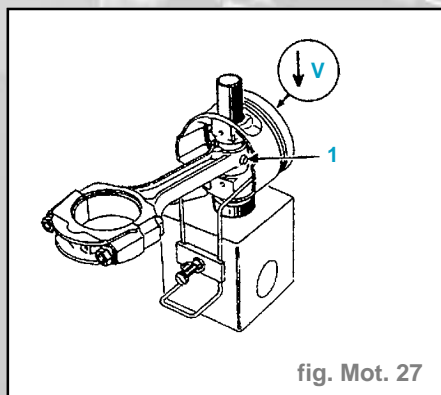

fig. Mot. 27
- Le sens de montage de la bielle est repéré par le bossage (1) qui doit se trouver côté jauge à huile (fig. Mot. 27)